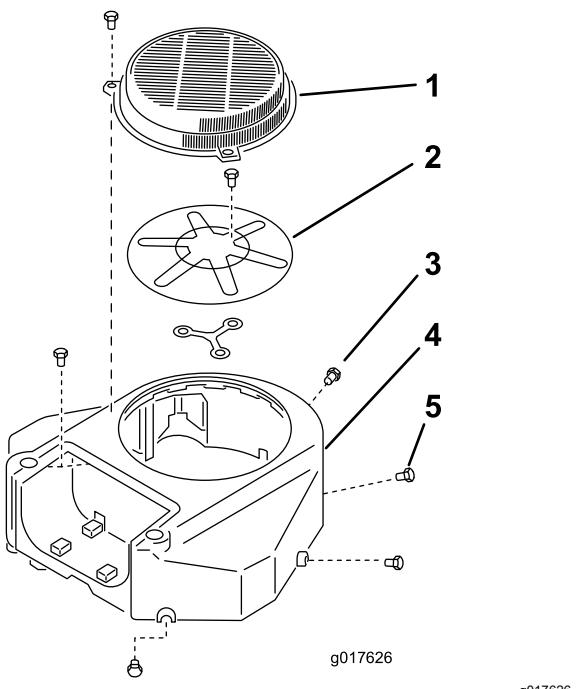

Figure 60
3. Déposez la grille d'entrée d'air et le carter du ventilateur (Figure 60).
5. Reposez la grille, la prise d'air et le carter du ventilateur (Figure 60).